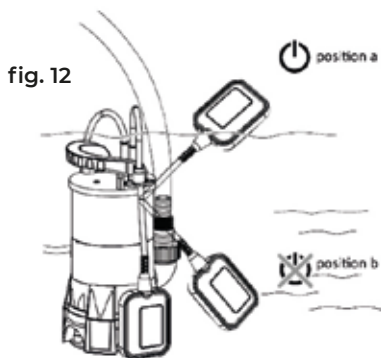

fig. 13
- ▶ Bloqueie o interruptor de flutuação (4) na seguinte posição por operação manual: (ver fig. 13)
- ▶ Baixe o dispositivo na água num leve ângulo para permitir que saia o ar restante. Certifique-se de que a posição do interruptor flutuador (4) não muda.